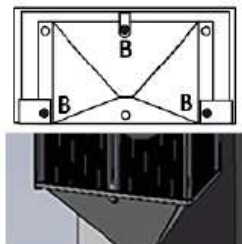

FIGURE 2.
- Dévisser les 3 vis B en bas de l'EPVIDEO (Figure 2).
- Unscrew the 3 screws B at the bottom of the EPVIDEO (Figure 2).
- Die 3 Schrauben B an der Unterseite des EPVIDEO lösen (Figure 2).